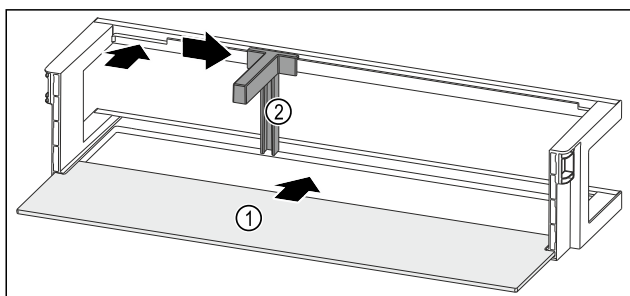

Fig. 101 Riiuliga ukseriulid
- Lükake riiul Fig. 101 (1) külgmistesse sisselõigetesse.
- Pange pudelihooidik Fig. 101 (2) väljalõikesse.
- Lükake pudelihooidikut Fig. 101 (2) soovitud positsioonini küljele.